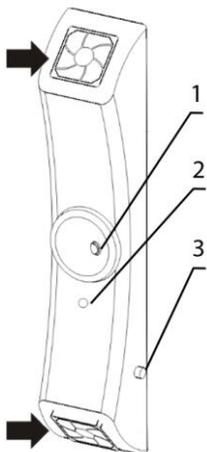

Рисунок 4. Внешний вид UVR-M
- 5.1.1. Подключите сетевой кабель к сетевой розетке с заземлением. Включите прибор переключателем питания (рис. 4/1).
- 5.1.2. Прибор автоматически запустит рециркулятор. Зажжённый индикатор (рис. 4/2) показывает, что УФ лампы работают.
- 5.1.4. **Отказ лампы.** При возникновении проблем с УФ лампой, прибор перестаёт работать до тех пор, пока не будет заменена УФ лампа. Проверьте индикатор (рис. 4/2) чтобы установить, работает ли лампа. Для замены, смотрите **8.6**.
- 8.3. **Проверка и замена пылевых фильтров.** Пылевые фильтры на торцах УФ рециркулятора требуют ежемесячной проверки. Для проверки, чистки или замены фильтров, снимите пластиковые крышки с торцов (рис. 4/➔) прибора, при необходимости замените на новый. Промойте водой фильтры, просушите и установите их и крышки обратно. Данная операция проводится пользователем.
- 8.6. **Замена УФ лампы.** Замену УФ лампы могут проводить только сервис-инженеры и специалисты, прошедшие специальную подготовку. Замена необходима при неисправности лампы или окончания срока службы. Используйте индикатор работы УФ лампы, расположенный посередине рециркулятора (рис. 4/2 или 5/8) для проверки ламп внутри. Если при включенном рециркуляторе индикатор светится, лампа исправна. Если нет, замените лампы, одну для модели **UVR-M**, обе - для модели **UVR-Mi**.
- 8.7. **Замена предохранителя.** Замену предохранителя могут проводить только сервис-инженеры и специалисты, прошедшие специальную подготовку. Отсоедините прибор от электросети и отвинтите крышку держателя предохранителя (рис. 4/3 или 5/10). Проверьте предохранитель и замените при необходимости.